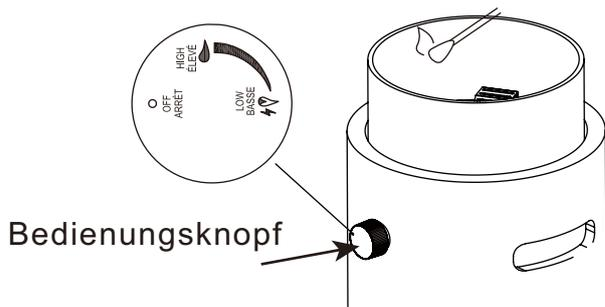

Abbildung 7
6. Zünden Sie die Feuerstelle mit einem Streichholz oder Feuerzeug an (Abb. 7). Halten Sie den Drehknopf 15 Sekunden lang gedrückt, bevor Sie ihn loslassen.